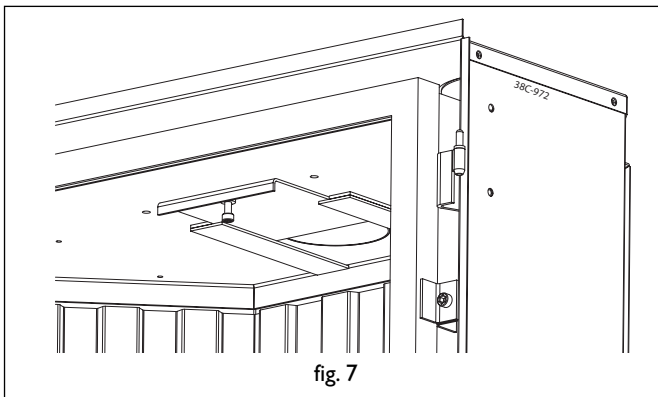

fig. 7
1. Restriktionsschieber einstellen (G25/G20), fig. 7
Die Restriktionsschieber wird lose mitgeliefert und muss in das Gerät, wie unter Abbildung 7 dargestellt, eingefügt werden. Nach der Einstellung kann die Restriktionsschieber mit dem Inbusschlüssel fixiert werden.